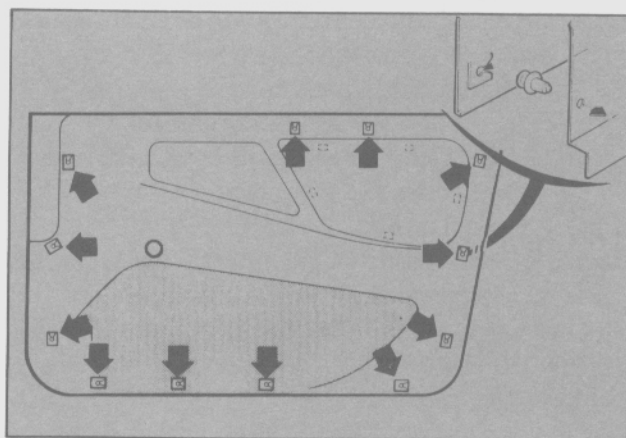

Fig. 3 - Montaje de las trabas.
- Ubicar el panel de tapizado, alinear las trabas con sus puntos de anclaje e introducir las a presión (Fig. 3).